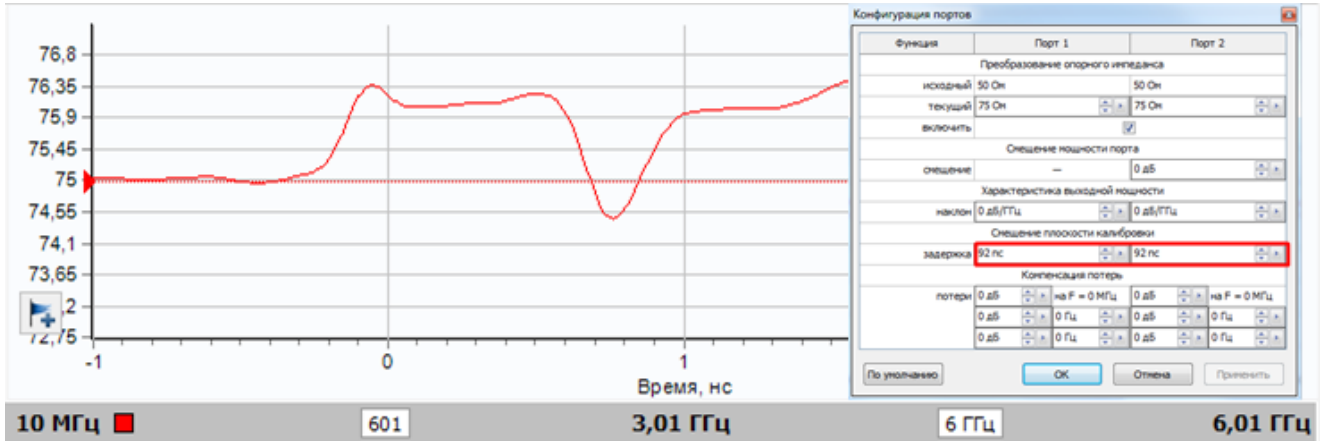

Рис. 22. Подбор значения задержки для смещения плоскости калибровки.
12. В главном меню выбрать *Калибровка* -> *Конфигурация портов*. В открывшемся окне подобрать такие значения задержки для смещения плоскости калибровки, при которых резонанс волнового сопротивления станет минимальным (рис. 22).